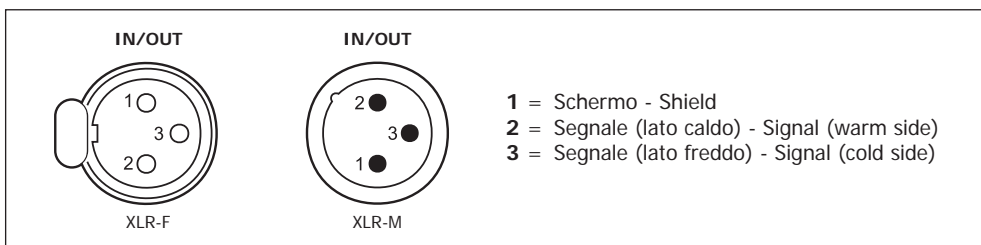

Fig. 4.2.1
Sul pannello frontale dell'apparecchio sono disponibili le prese XLR d'ingresso/uscita (12) per segnali a livello linea (0 dB, 775 mV) dell'unità di potenza; le prese sono parallelate per agevolare il collegamento in cascata di più unità di potenza. In fig. 4.2.1 sono riportate le connessioni a queste prese. L'ingresso dell'amplificatore è bilanciato elettronicamente; per particolari esigenze come, ad esempio, nel caso di lunghi cavi di collegamento e/o forti campi elettromagnetici disturbanti, è possibile isolare galvanicamente l'ingresso dell'amplificatore tramite la scheda opzionale TM92, dotata di traslatore di linea (vedi paragrafo 4.4).
The XLR input/output sockets (12) for the line-level signals (0 dB, 775 mV) of the power unit are located on the front panel of the equipment. The sockets are paralleled in order to facilitate cascade connection of several power units. Figure 4.2.1 shows the connections to these sockets.